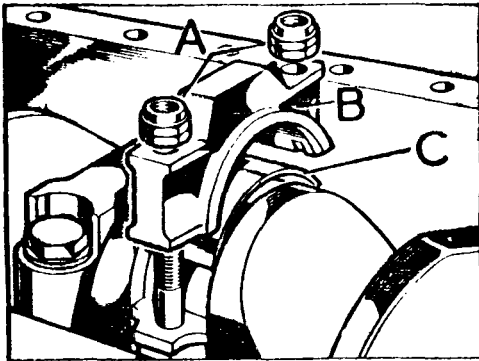

Fig. A1-109 Desmontaje de las tapas y semicojinetes de bielas
- 1.4. Desmontar las tapas de bielas, B (Fig. A1-109) y los semicojinetes, C, -- manteniéndolos reunidos por juegos.